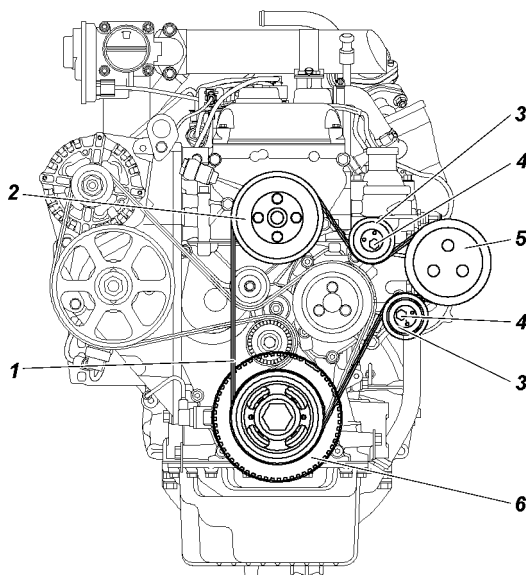

Рис. 9.15. Ремень привода вентилятора, насоса гидроусилителя рулевого управления:
- ослабьте болт 4 (рис. 9.15);